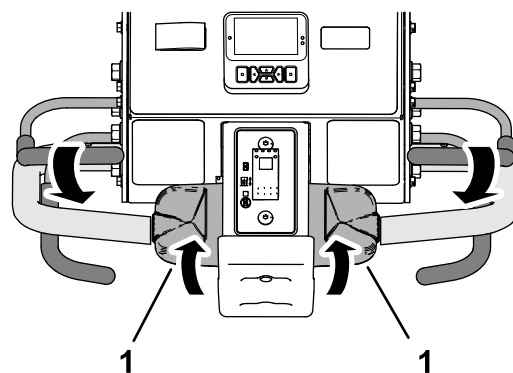

Figura 90
3. În timp ce ineți maneta pentru prezența operatorului la bara de ghidare, rotiți încet partea superioară a comenzii de traciune spre spate (Figura 90).